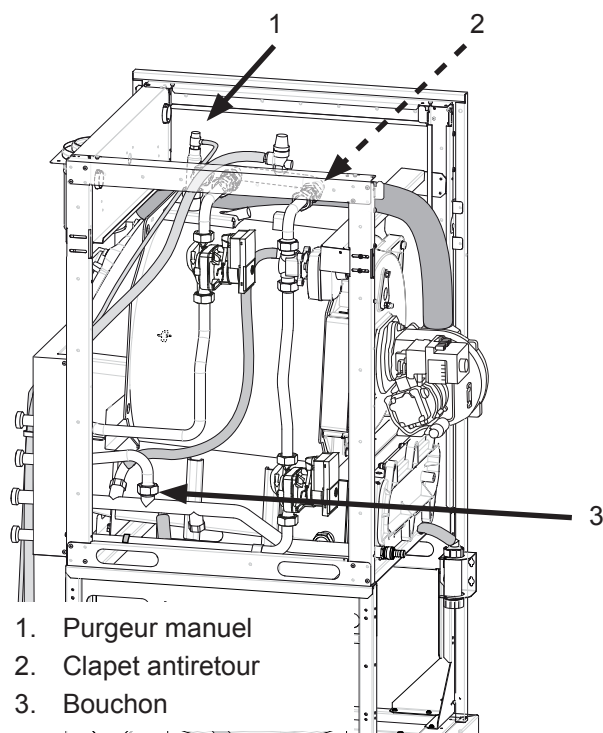

fig. 20 - Purgeur et clapets antiretour
- Débrayer le(s) clapet(s) antiretour (*fig. 20 et fig. 18*).
- Si nécessaire, dégazer au niveau du bouchon de la tuyauterie retour chauffage "circuit 1" (*rep.3, fig. 20*).
- Purger le corps de chauffe (*rep. 1, fig. 20*).